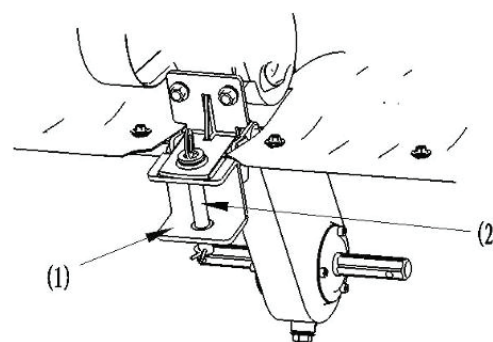

рис.10
Прицепить к сцепному устройству необходимую насадку (плуг, рыхлитель, тележку), как показано на рис.10:
- вынуть стержень (рис.10 поз.2);
- установить в сцепное устройство (рис.10 поз.1) рычаг (кольцо) насадки;